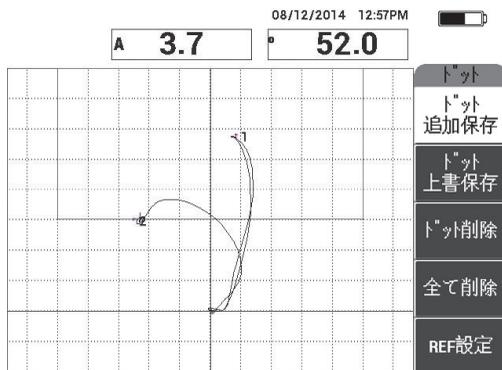

図 6-49 記録された 2 番目のドット
- 2 番目の剥離部の上でプローブをゆっくりと滑らせ、**ドット追加保存**（A キー）を押して 2 番目のドットを記録します（168 ページの図 6-49 参照）。